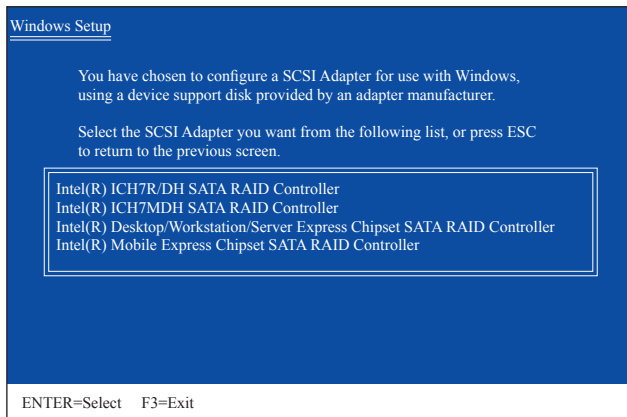
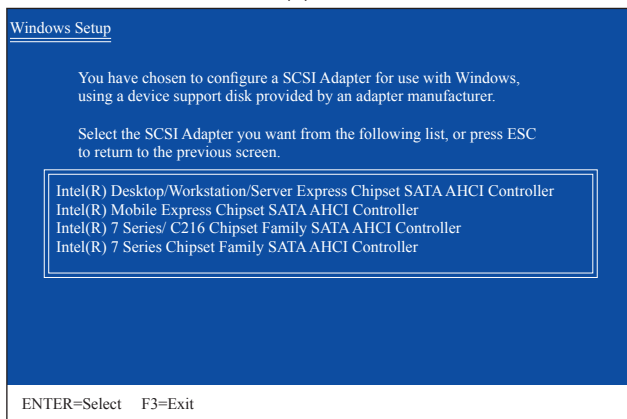

図 2
図 3
SATA RAID/AHCIドライバを含むフロッピーディスクを挿入し、<Enter>を押します。次に、以下の図2のようなコントローラメニューが表示されます。**Intel(R) Desktop/Workstation/Server Express Chipset SATA RAID Controller**を選択し、<Enter>を押します。AHCIモードの場合、キーボードの矢印キーを使用して **Intel(R) 7 Series/ C216 Chipset Family SATA AHCI Controller** アイテムにスクロールし <Enter> を押します(図 3)。